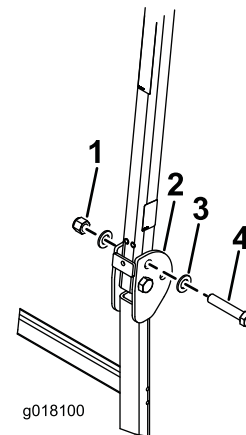

Bild 8
2. Legen Sie eine Scheibe (13/16" x 1½") auf jede Schraube (¾" x 4"), wie in **Bild 8** abgebildet.
3. Setzen Sie die Schrauben und Scheiben in die Löcher ein, aus denen Sie die Stifte entfernt haben (**Bild 8**).
4. Legen Sie eine weitere Scheibe auf jede Schraube und befestigen sie mit Muttern (¾"), wie in **Bild 8** abgebildet. Ziehen Sie die Muttern auf ein Drehmoment von 323 bis 396 N·m an.
5. Ziehen Sie die Drehschraube am Überrollschutz (**Bild 8**) auf ein Drehmoment von 91 bis 113 N·m an, damit der Überrollbügel und das Sonnendach nicht springen.